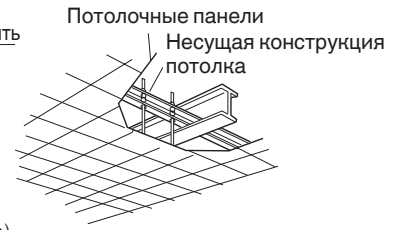

Рис. 3-9
- Используйте существующие несущие конструкции потолка или соорудите соответствующую опору, как показано на рисунке. (Рис. 3-9)